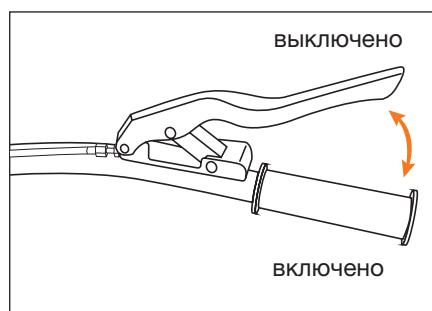

Рис. 14
При отпущеной ручке сцепления редуктор отключается от двигателя (Рис. 14).
- Плавно нажмите рычаг сцепления (Рис. 14) и начните движение.